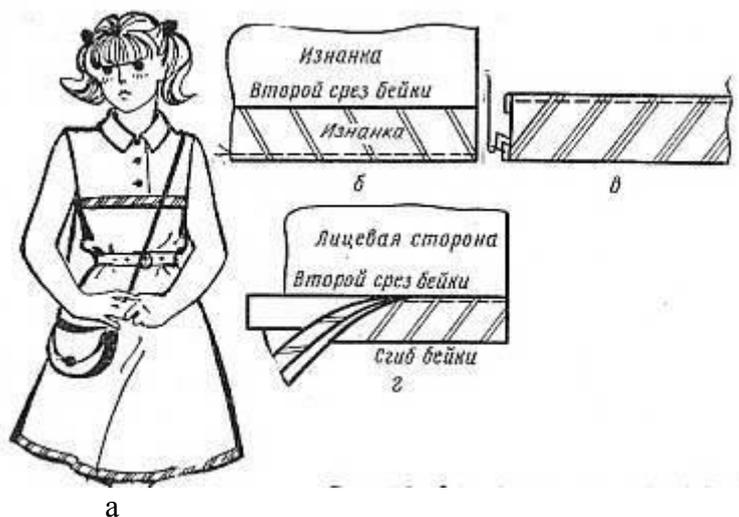

Рисунок 7 Обработка деталей бейкой
**Бейки.** Бейки - это полоски из основного материала или из отделочной ткани. Применяют бейки для отделки женских и детских изделий (Рисунок 7,а). Бейки бывают одинарные и двойные. Они могут быть притачными и настрочными и реже втачными. Располагают бейки в изделии горизонтально, вертикально, по овальным и фигурным линиям. Бейкой также можно обтачивать и края деталей. Выкраивают бейки под углом 45° к нити основы долевыми поперечными или подкройными по форме детали в зависимости от модели. Ширина бейки также зависит от модели. С целью экономного расходования ткани бейки могут составлять из нескольких частей. Если бейка выкроена из нескольких частей, части стачивают так, чтобы строчка проходила по нити основы. Ширина шва 0,5 - 0,7 см. Швы разутюживают. Бейку приутюживают, одновременно оттягивают, придавая ей форму в соответствии с моделью.
Подготовленную *одинарную бейку* накладывают лицевой стороной на изнанку детали, уравнивают срезы, а затем обтачивают (Рисунок 7,б). В индивидуальном производстве бейку предварительно приметывают. Ширина шва 0,5 - 0,7 см. Если шов выполнен по овальной или фигурной линии, в местах, где при дальнейшей обработке шов может затягивать, его надсекают, не доходя до строчки обтачивания на 0,1 см. Затем бейку отгибают на лицевую сторону, край приутюживают, образуя кант из бейки шириной 0,1 см или располагая шов на сгибе. Свободный срез бейки подгибают на 0,5 - 0,7 см внутрь, заметывают, приутюживают и настрачивают на расстоянии 0,1 см от края (Рисунок 7,в). Нитки заметывания удаляют и еще раз приутюживают обработанный край изделия. Если линия настрачивания бейки прямая или плавная, то бейку настрачивают без предварительного наметывания.
Второй срез бейки может быть заутюжен до притачивания бейки к детали. Чтобы бейка в готовом виде по всей длине была одинаковой ширины, заготавливают полоску из плотной бумаги длиной 20 - 25 см, шириной уже бейки в готовом виде на 0,5 см. После выворачивания бейки на лицевую сторону заготовленную полоску вкладывают между основной деталью и бейкой, срезом бейки огибают край бумажной полоски и слегка приутюживают (Рисунок 7, г). После этого край бейки заметывают и настрачивают так, чтобы край полоски не попал под строчку. *Двойную бейку* складывают вдоль посередине изнанкой внутрь, уравнивают срезы и приутюживают сгиб. Подготовленную бейку накладывают на изнанку детали, уравнивая срезы, приметывают, а затем притачивают. Ширина шва 0,5 - 0,7 см. Шов в местах, где при дальнейшей обработке он может затягивать, надсекают, не доходя до строчки на 0,1 см. Бейку отгибают на лицевую сторону, приутюживают. Свободный край бейки настрачивают.